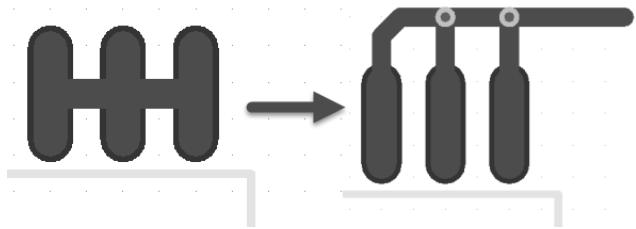

图 10-70 相邻同网络焊盘的连接方式
(6) 相邻焊盘是同网络的，不能直接连接，需要先连接外焊盘之后再进行连接，如图 10-70 所示，直连容易在手工焊接时造成连焊。